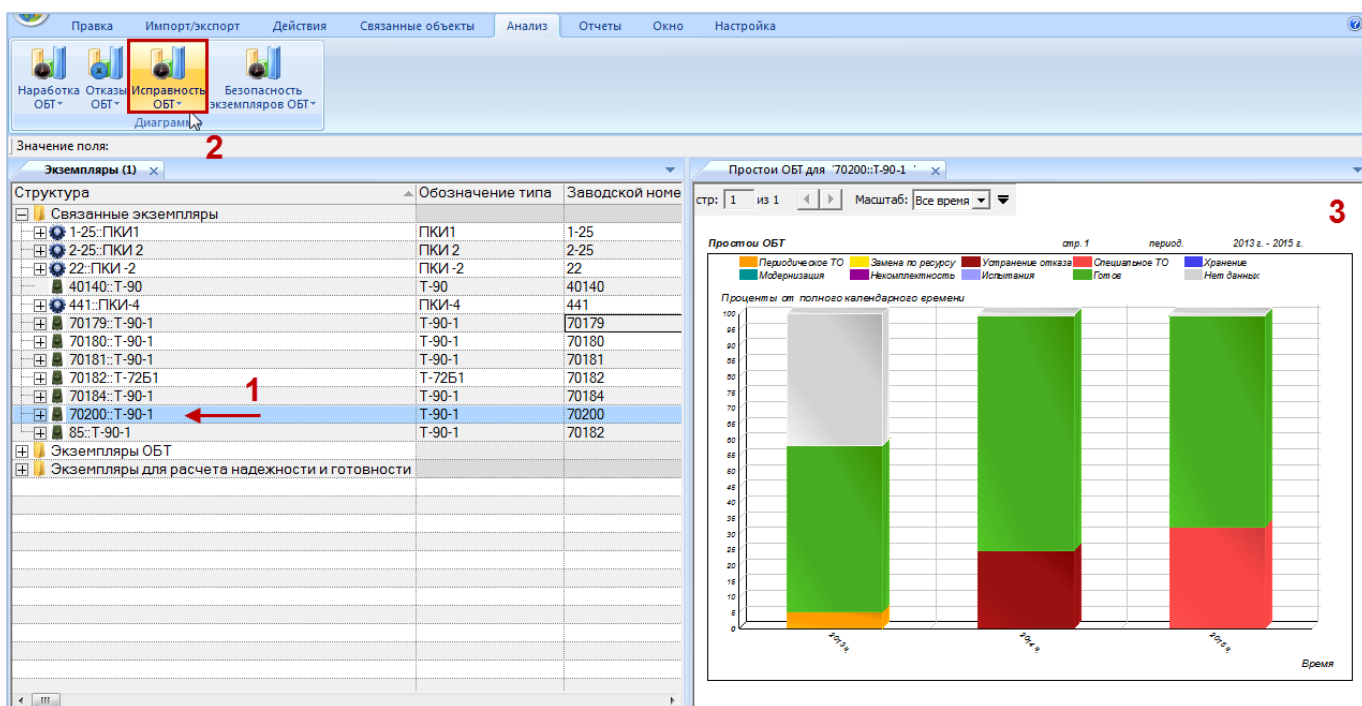

Рис. 28-33 – Построение диаграммы по исправности
4) В отдельном рабочем окне отображается диаграмма по исправности (3 на рис. 28-33). Краткое описание инструментов панели «Файл» для диаграмм приведено в пункте 5.4.7 «Панель «Диаграммы»», стр. 64.